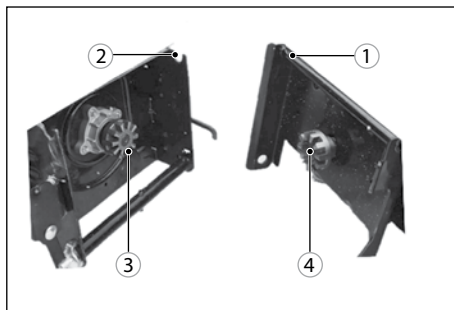
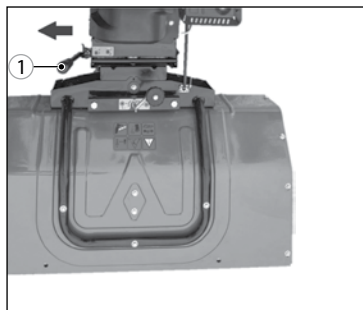

Рис. 10
Рис. 11
С правой стороны верхняя рукоятка фиксируется двумя болтами, с левой стороны – болтом и держателем рукоятки поворота желоба (рис. 10).
2. Убедитесь, что стержень 1 на насадке попал в паз основной части 2 (рис. 10), а шестерня 3 привода щетки/шнека состыковалась с шестерней 4 на насадке (рис. 10). Переведите рукоятку фиксации насадки в положение  (рис. 11).